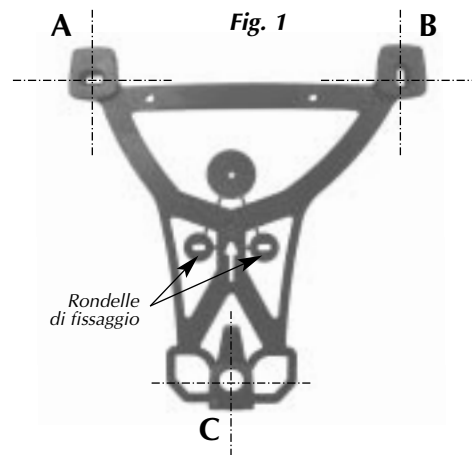

Fig. 3
- Utilizzate i fori pretranciati di passaggio cavi per far passare il cavo telefonico all'esterno della centrale (v. vista dal retro della centrale, **Fig. 3**).